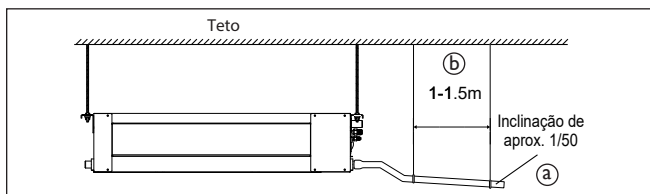

FIG. 45
- Para evitar que a água de condensado escorra para trás, retornando à unidade, o tubo de drenagem deverá ter uma inclinação (um pequeno declive) para baixo em direção ao lado de saída, considere aproximadamente 2° (1/50) para esta inclinação. Evite qualquer saliência (tal como um degrau) ou depósito de água na tubulação. (Fig. 45 - Detalhe “a”)
- Não estique (arraste) demasiadamente o tubo de drenagem ao conectá-lo, para impedir que o corpo venha a puxá-lo. Entretanto, um ponto de suporte deve ser definido a cada 1,0 metros - 1,5 metros, para evitar que o tubo de drenagem perca eficiência (Fig. 45 - Detalhe “b”). Opcionalmente você pode amarrar o tubo de drenagem com o tubo de ligação para fixá-lo.